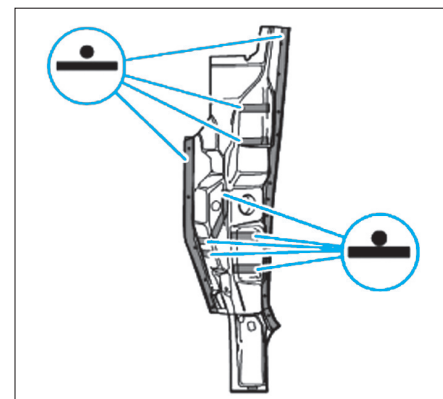

FIG. 22
• Souder la section du montant A et le montant A intérieur à la pointeuse électrique (Fig.22).